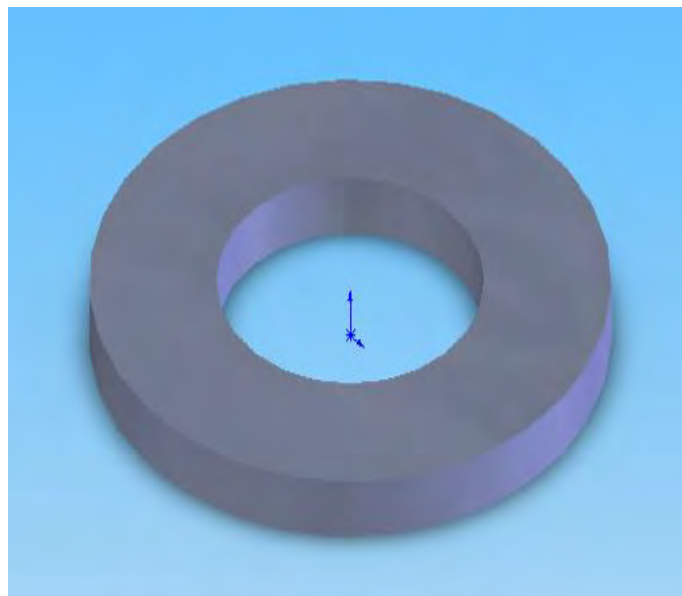

Рис. 10.16 Тривимірна модель шайби.
30. Ми створили модель шайби і зберегли її під ім'ям «Шайба.sldprt» (Рис. 10.16).